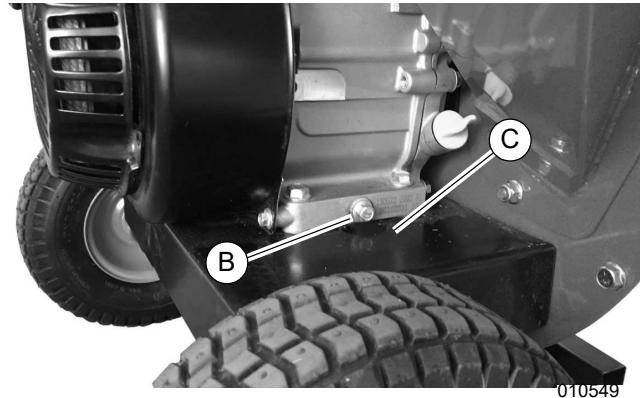

Figura 4-2. Orificio de drenaje de aceite del motor y tapón (lado derecho)
4. Consulte la Figura 4-2. Saque el tapón de drenaje (B) con una llave de 10 mm y deje que el aceite usado salga a través del orificio de drenaje (C) hasta el recipiente de desecho.